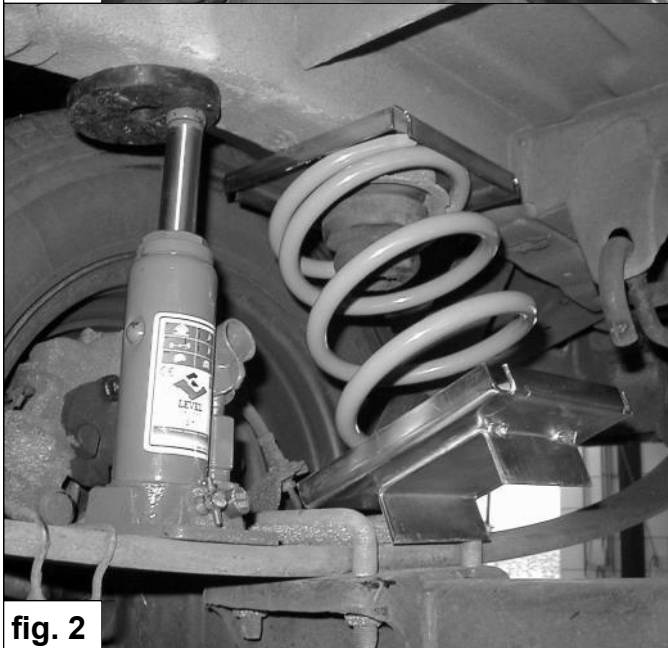

fig. 2
4. Heben Sie das Fahrzeug an und stellen Sie ein Wagenheber zwischen die Blattfeder und das Chassis. Siehe fig. 2.
5. Montieren Sie die Powerspring C zusammen mit den untere Federteller B. Achten Sie darauf dass den untere Federteller richtig zwischen die U-Bolzen der Blattfeder zentriert. Ziehe fig. 2 und 3.
4. Soulevez le véhicule hors des ressorts et placez le cric entre le ressort à lames et le longeron du châssis. Voir fig. 2.
5. Placez le powerspring **C** avec la coupelle inférieure **B**. Veillez à ce que la coupelle inférieure soit correctement centrée entre les brides de ressort du ressort à lames. Voir fig. 2 et 3.